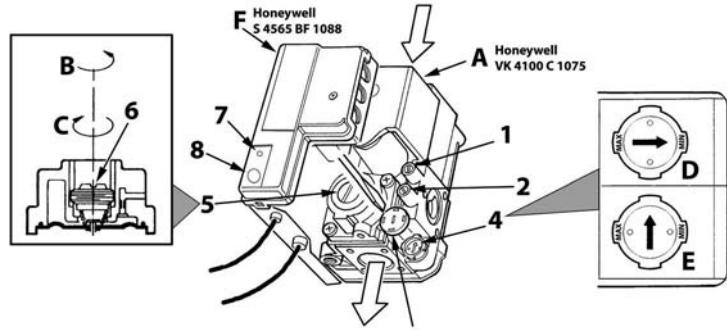

рис. 17 - Регулирование давления
На котле PEGASUS D LN можно регулировать тепловую производительность топки и, следовательно, тепловую мощность, передаваемую воде системы отопления; это делается исключительно путем регулировки основной горелки с помощью газового вентиля (см. рис. 17). На графиках, приведенных в параграфе сар. 5.2, показано изменение передаваемой воде тепловой мощности в зависимости от изменения рабочего давления горелки. Возможность приведения мощности котла в соответствие с реальными потребностями отопления означает, прежде всего, снижение потерь и экономию топлива. Кроме того, при регулировке мощности, регламинтированной также стандартом, котлы сохраняют значения КПД и характеристики горения почти без изменений.
- С помощью небольшой отвертки снимите защитный колпак 5 вторичного привода газового вентиля рис. 17.
- Подключите манометр к клемме давления 2 (рис. 17), расположенного после газового вентиля, затем переведите ручку терmostата котла на максимум.
- Регулируйте давление с помощью винта 6 (рис. 17) на желаемое значение, руководствуясь диаграммами, приведенными в параграфе сар. 5.2.
- Снимите с газового вентиля маленький защитный колпак 3 (рис. 17). С помощью маленькой отвертки регулируйте "СТУПЕНЬ" розжига на основании выбранного для работы газа (G20-G25 положение Dris. 17 или G30-G31 положение E рис. 17); установите защитный колпак на место.
- Спустите воздух из газопроводных труб через штуцер отбора давления 1 газового вентиля (рис. 17).